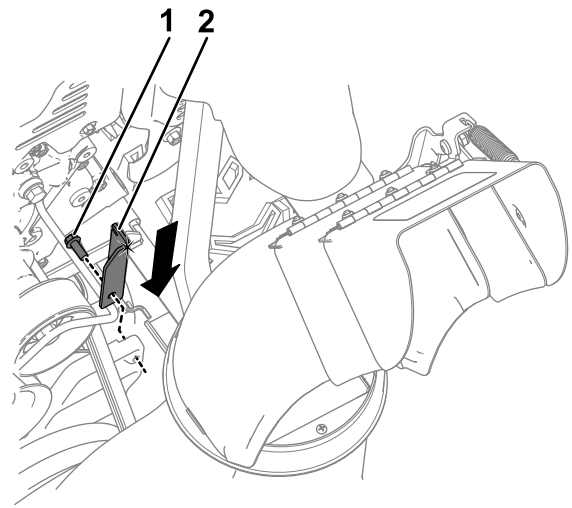

**Figuur 3**
4. Neem de bestaande tractieplaat van de plaat van het wrijvingswiel; hiervoor moet u de borgbout verwijderen (Figuur 3).